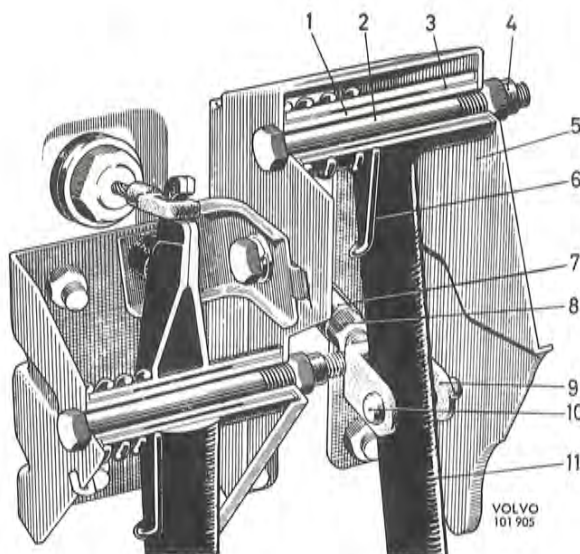

Bild 75. Pedalupphängningar
Då huvudcilindern är demonterad skall inte bromspedalen trampas ned eftersom det onormala läget för servocylinderns detaljer kan orsaka störningar. Pedalens läge justeras genom att lossa låsmuttern (8, bild 75) och demontera saxpinnebulten (10) varefter gaffeln (9) vrids. Glöm inte att efter justering dra åt låsmuttern, montera saxpinnen och kontrollera bromskontaktens inställning.
1. Demontera saxpinnebulten (10, bild 75). Haka av retur fjädern (6). Skruva av muttern (4) och dra ut skruven (2). Lyft fram pedalen (11).
2. Tryck ut lagringshylsan (1) och bussningarna (3).